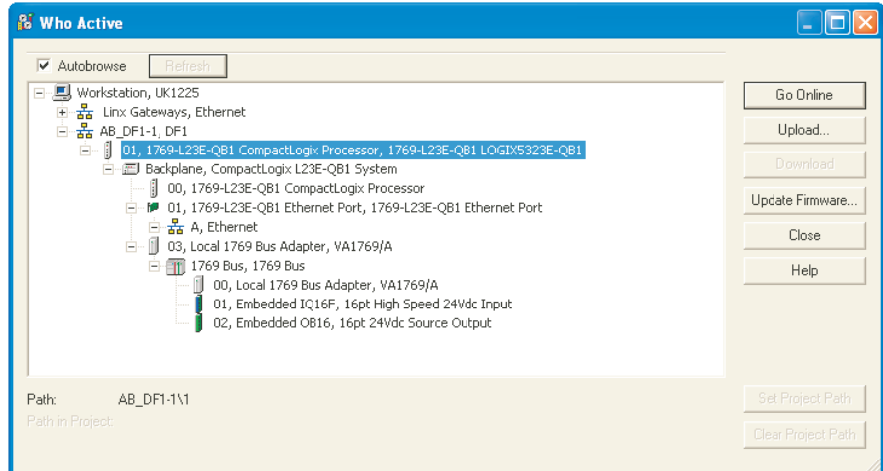

Abbildung 4.3.21f Who active Fenster
1. Wählen Sie das entsprechende Gerät (Abbildung 4.3.21f) und klicken Sie auf 'Update Firmware'. Wählen Sie im 'Choose Firmware Revision' Fenster die neueste Version. Klicken Sie auf 'Update'.